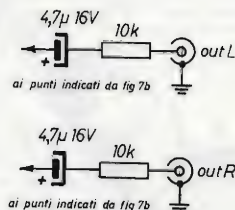

figura 7b - 2ª modifica.
2) Prevedere una uscita stereofonica preamplificata in parallelo agli ingressi degli amplificatori "rear" in modo da potere connettere un amplificatore supplementare posteriore (figure 5, 6 e 7b) saldando due cavetti schermati con calza a massa e poli caldi ai punti indicati in figura 7b, interponendo in serie ad essi un condensatore elettrolitico da 4.7  $\mu\text{F}$  ed un resistore da 10 k $\Omega$ .